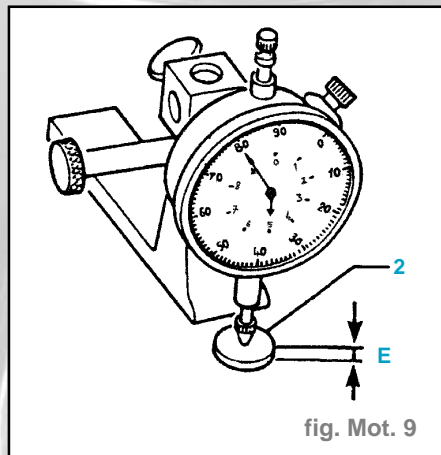

fig. Mot. 9
- Si les valeurs de jeux (J) sont incorrectes, déposer :
- les poussoirs (1),
- les grains de réglage (2).
- Mesurer l'épaisseur (E) des grains de réglage (2) (fig. Mot. 9).